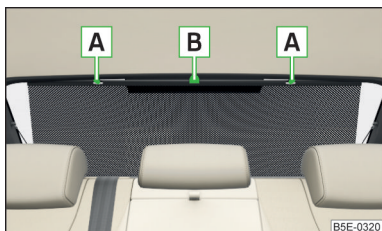

Abb. 55
- Zum **Ablenden** das Rollo am Griff **[B]** aus dem Gehäuse herausziehen und in die magnetischen Halter **[A]** einhängen » **Abb. 55**.